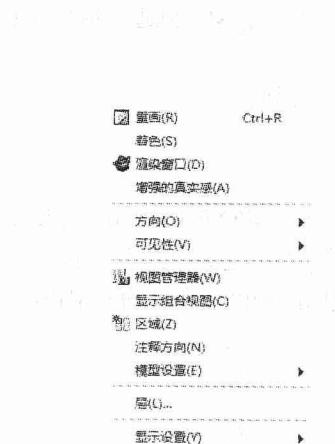

图 1-5 “视图 (V) ” 菜单
选择菜单中的“视图 (V)”菜单，可展开如图 1-5 所示的菜单，它提供了控制模型和性能显示的选项。其中包括设置模型方向、选取“视图管理器”、模型设置（如光照和透视图）、设置系统和图元颜色等选项。选择菜单栏中的“视图 (V) → “可见性 (V) → “可见性取消隐藏全部 (A)”命令，可以在主窗口中显示所有对象。